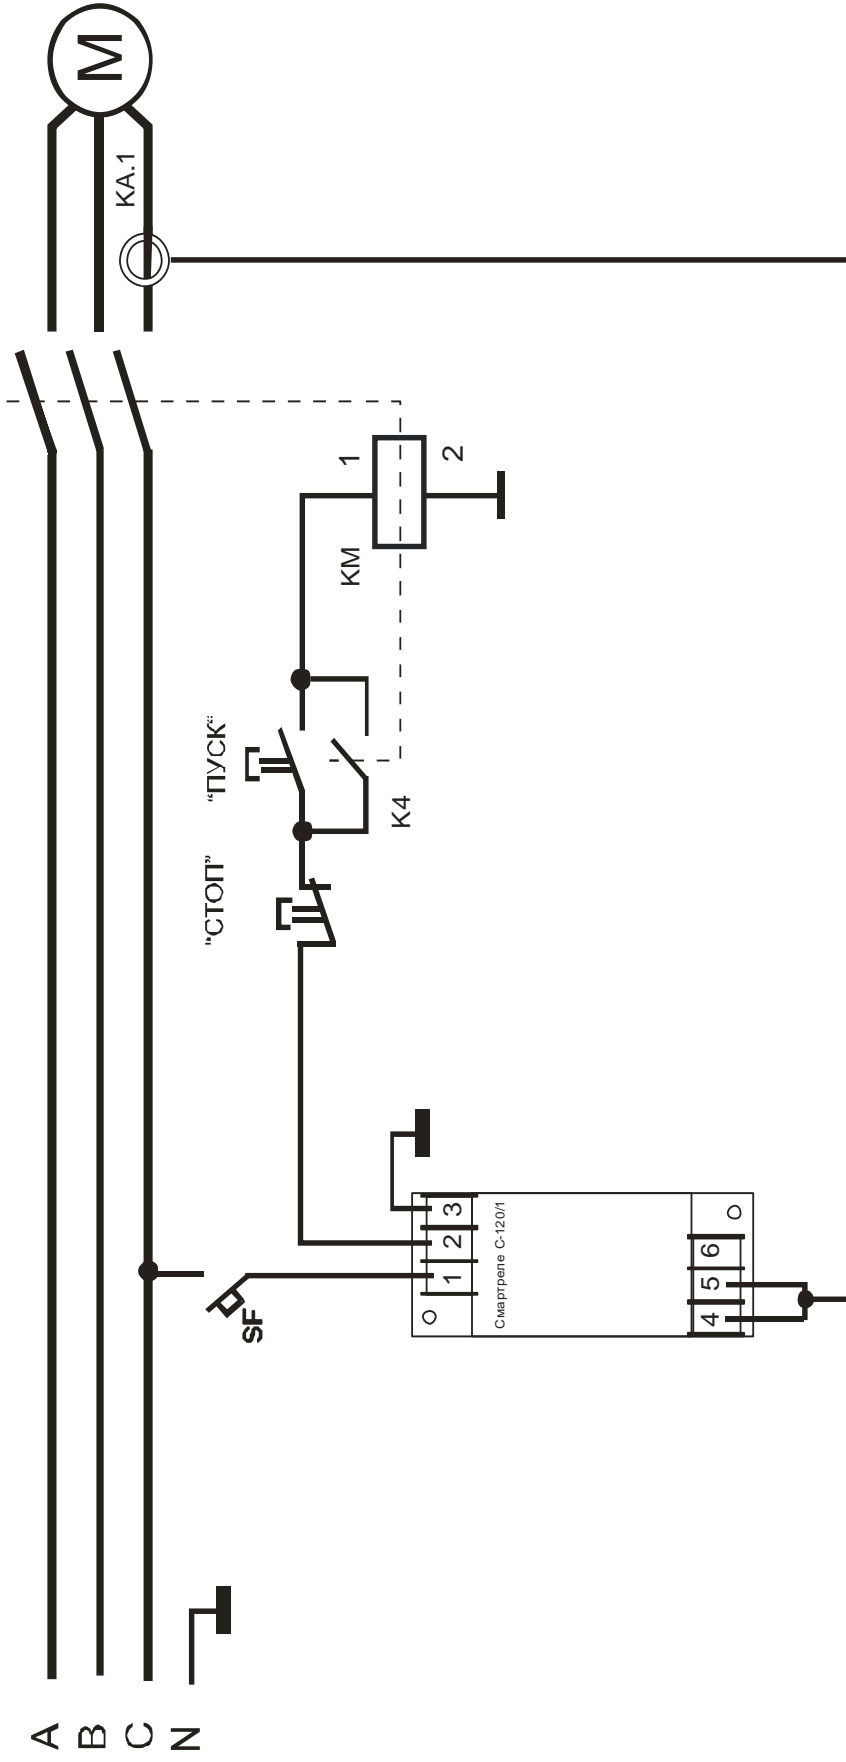

Рисунок 4 - схема включения СМАРТРЕЛЕ С-120/1 в систему управления электродвигателем М
7.2. Подключение реле производится в соответствии со схемами рис.3, рис.4.